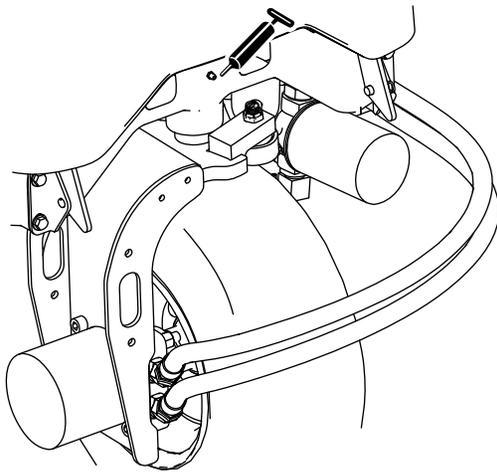

Figura 35
- Perno dello sterzo (**Figura 35**)